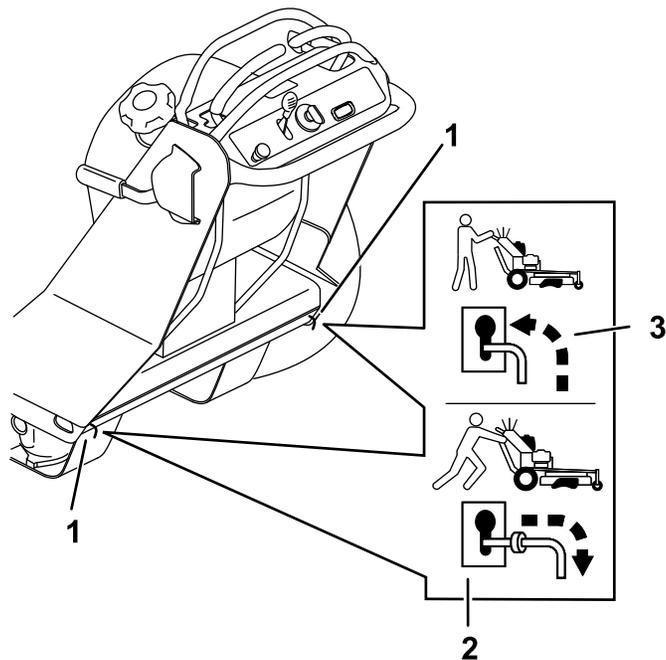

図 21
4. バイパスレバーをキー穴に沿って手前に引き、更に下に動かしてロックする **図 21**。
バイパスレバーをキー穴に沿って前方に押し、更に下に動かして **図 21** のようにロックする。